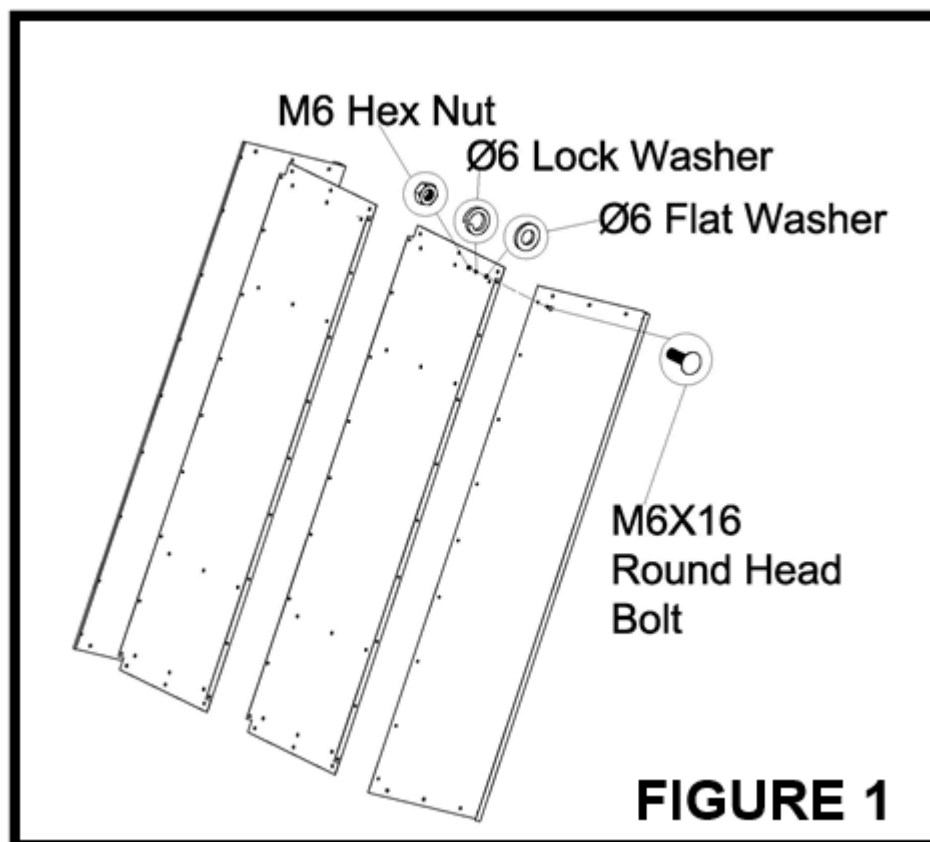

Abbildung 1
3. Befestigen Sie die Seiten und den Boden des Wagens mit Rundschauben M6x16, Unterlegscheiben Ø6, Sicherungsscheiben Ø6 und Sechskantmuttern M6. **Siehe Abbildung 1.**